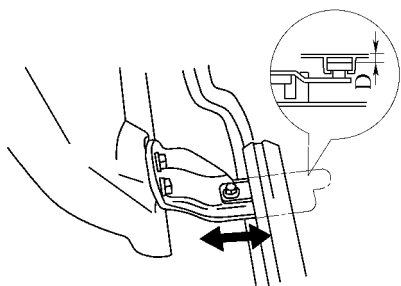

图 17-49 沿水平方向调整车门
(4) 沿水平方向调整车门。在开门的同时, 旋松 3 个螺栓进行调整。调整后, 按图 17-49 所示, 检查在整个行程中上滑轮或下滑轮与导轨之间的间隙应符合下述要求。